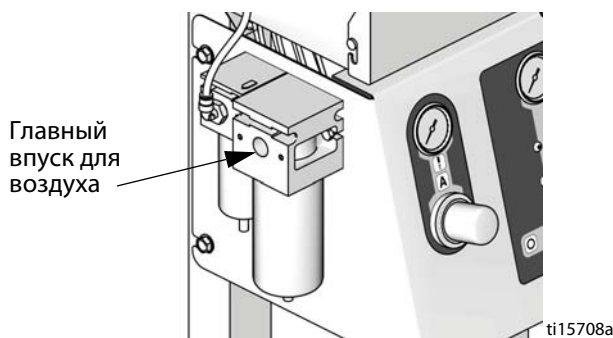

Рис. 3. Вход для подачи воздуха
2. Подсоедините главную линию подачи воздуха к главному воздушному впуску. Данная линия подает воздух на соленоиды, клапаны и насосы. См. Рис. 3.